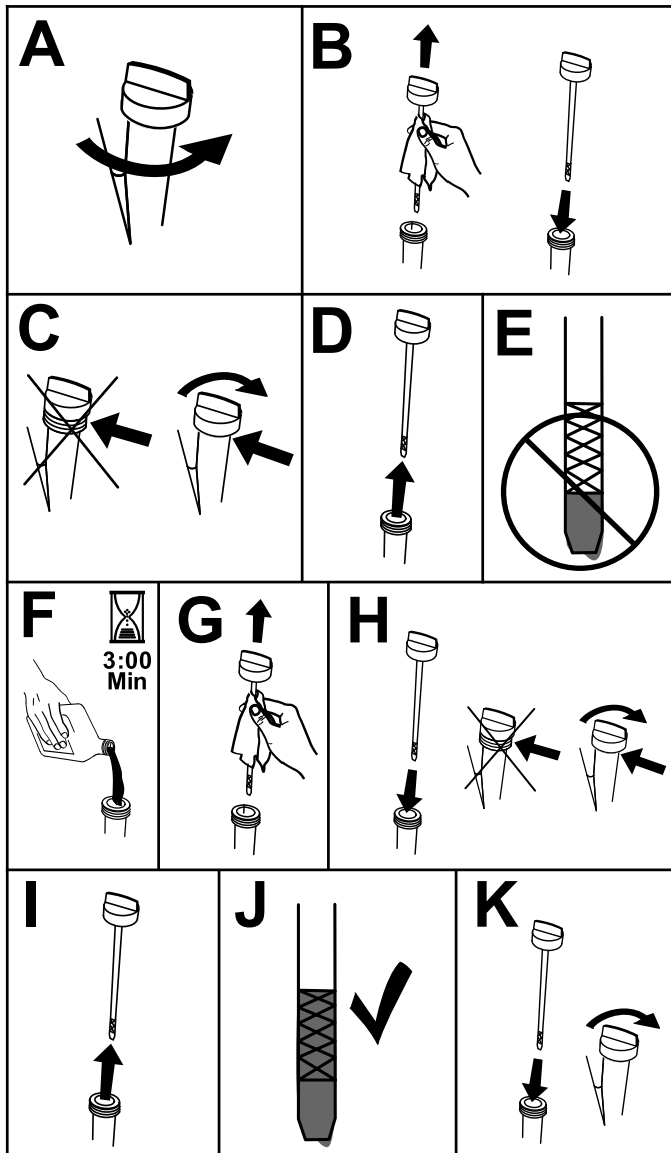

Figure 68
3. Contrôlez le niveau d'huile moteur, comme montré à la Figure 68.